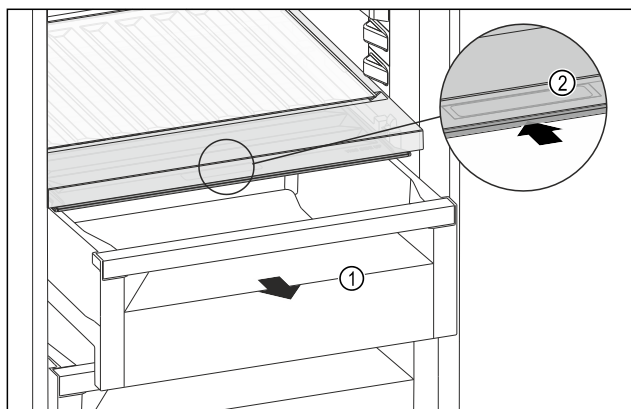

Fig. 220
- ▶ 拉出抽屉 Fig. 220 (1)。
- ▶ 抓住抽屉盖上的内嵌式拉手 Fig. 220 (2)，并同时向后推入抽屉盖。